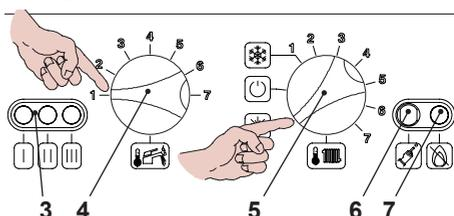

Figura 9.5
- Alimentare elettricamente la caldaia azionando l'interruttore bipolare previsto nella installazione; la lampada di segnalazione 3 in Figura 9.5 lampeggia ogni 4 secondi.
- Posizionare il selettore 5 come indicato in Figura 9.5; la lampada di segnalazione 3 lampeggia ad intermittenza circa ogni 2 secondi.
- Tenere premuto il pulsante di ripristino 6 in Figura 9.5 per circa 10 secondi, la lampada di blocco 7 inizierà a lampeggiare.